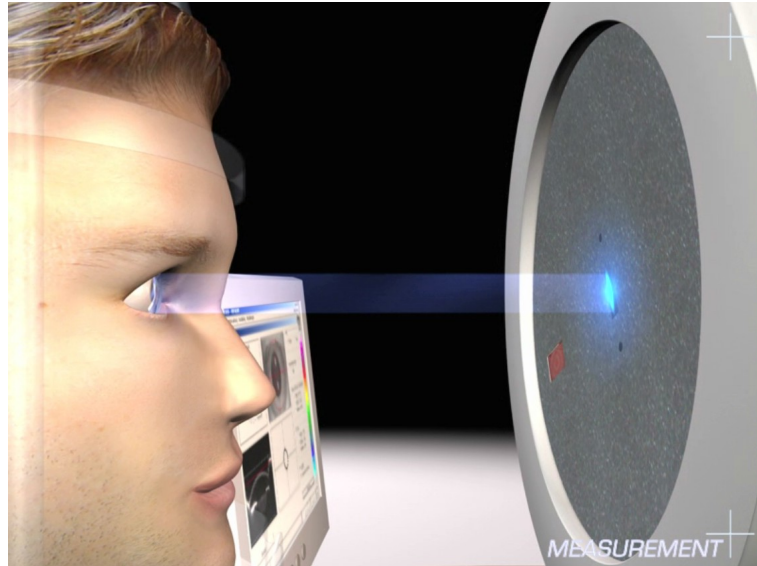

Fig.10: Luce della fessura sulla cornea
8. Guardare di lato l'occhio del paziente da esaminare e assicurarsi che la luce blu della fessura illumini la cornea → Fig. 10 (pagina 33).